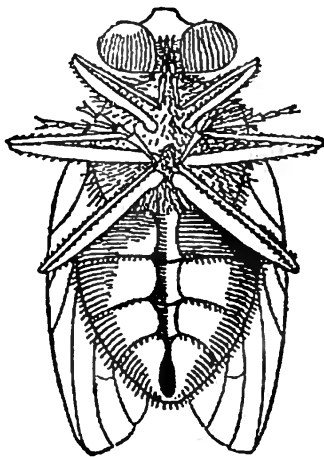

Fig. 2. — Une mouche, vue de dessous.
**4. L'abdomen.** — Il a la forme d'un œuf allongé; à la loupe, il semble formé (*fig. 2*) de plusieurs parties qui s'emboîtent l'une dans l'autre et qu'on nomme des *anneaux*.